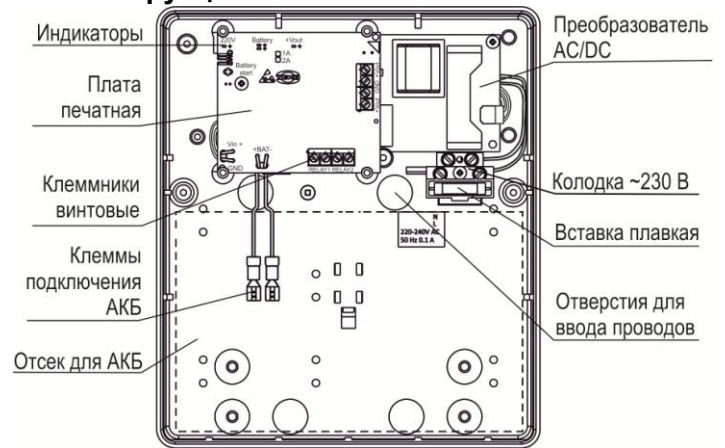

Рисунок 2
**5.1** Конструктивно источник питания выполнен в виде блока со съемной крышкой. Внутри блока установлены печатная плата с радиоэлементами и колодка с вставкой плавкой, для подключения сетевого напряжения (рисунок 2).